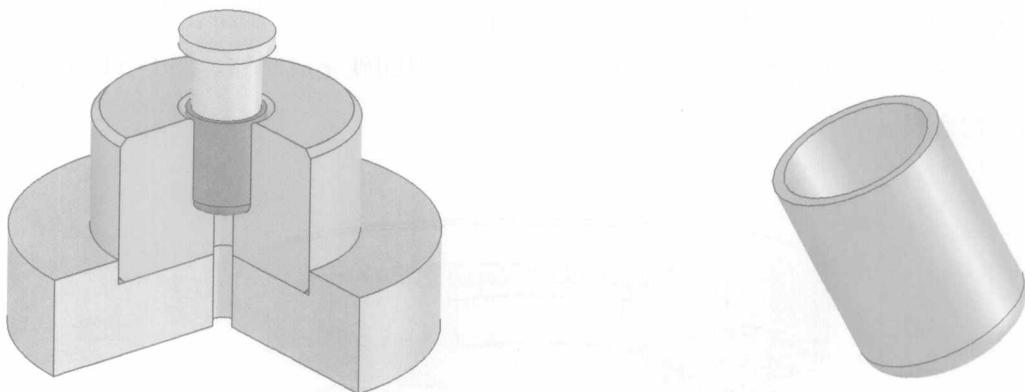

图 1-9 冷挤压模简图(剖视图)
5) 冷挤压模 将较厚的毛坯材料制成薄壁空心零件的模具称为冷挤压模。图 1-9 所示为冷挤压模简图。